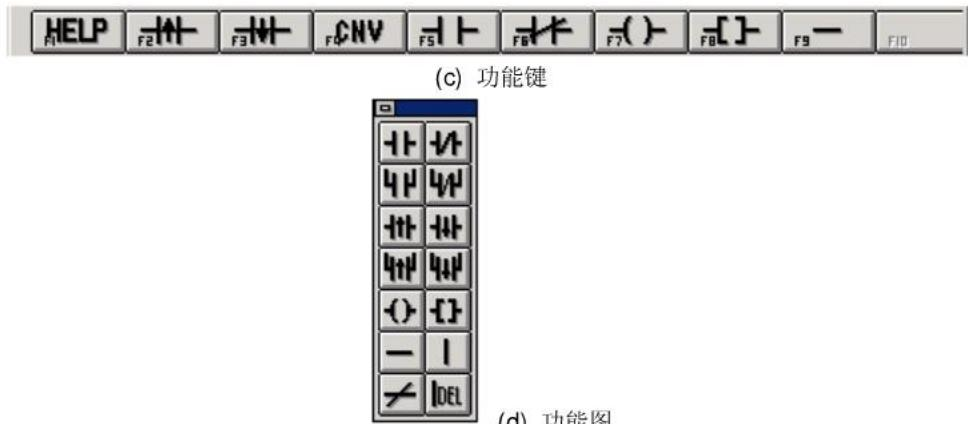

图 60 “视图”菜单界面
(1) 按以上步骤选择梯形图编程语言。选择“视图”菜单下的“工具栏”，“状态栏”，“功能键”和“功能图”子菜单，如图 60 所示。